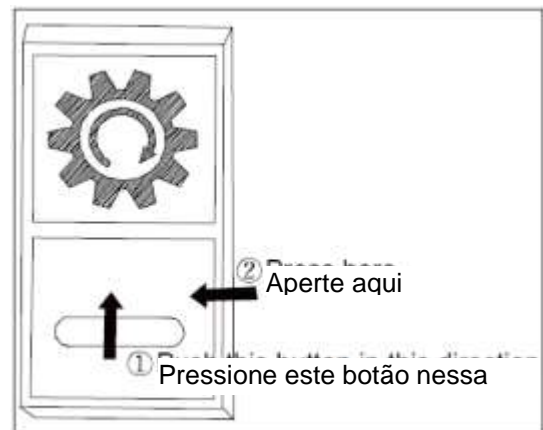

Fig.4-49 Desative o dispositivo de tomada de força
2) Desligue o interruptor de controle do dispositivo de tomada de força na ordem mostrada na Fig.4-49.